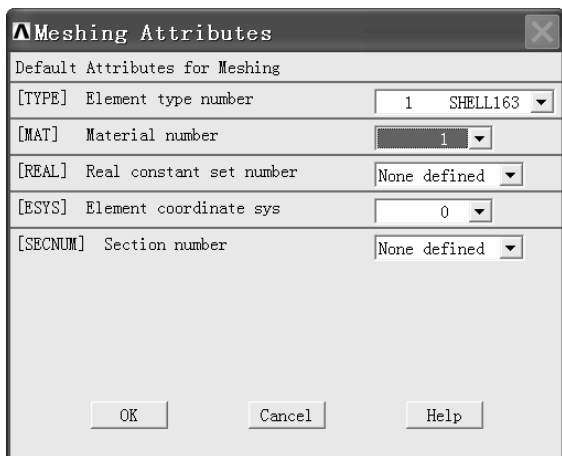
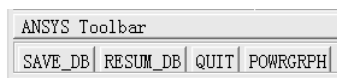

图 10-75 “Meshing Attributes” 窗口
图 10-76 工具条
- (3) 依次选择 Main Menu>Preprocessor>Meshing>Mesh Attributes>Default Attrs, 弹出“Meshing Attributes”窗口(见图 10-75)。在该窗口“[TYPE] Element type number”后的方框中选择“1 SHELL163”, 在“[MAT] Material number”后的方框中选择“1”, 然后单击“OK”按钮。单击“SAVE_DA”按钮(见图 10-76), 保存数据。